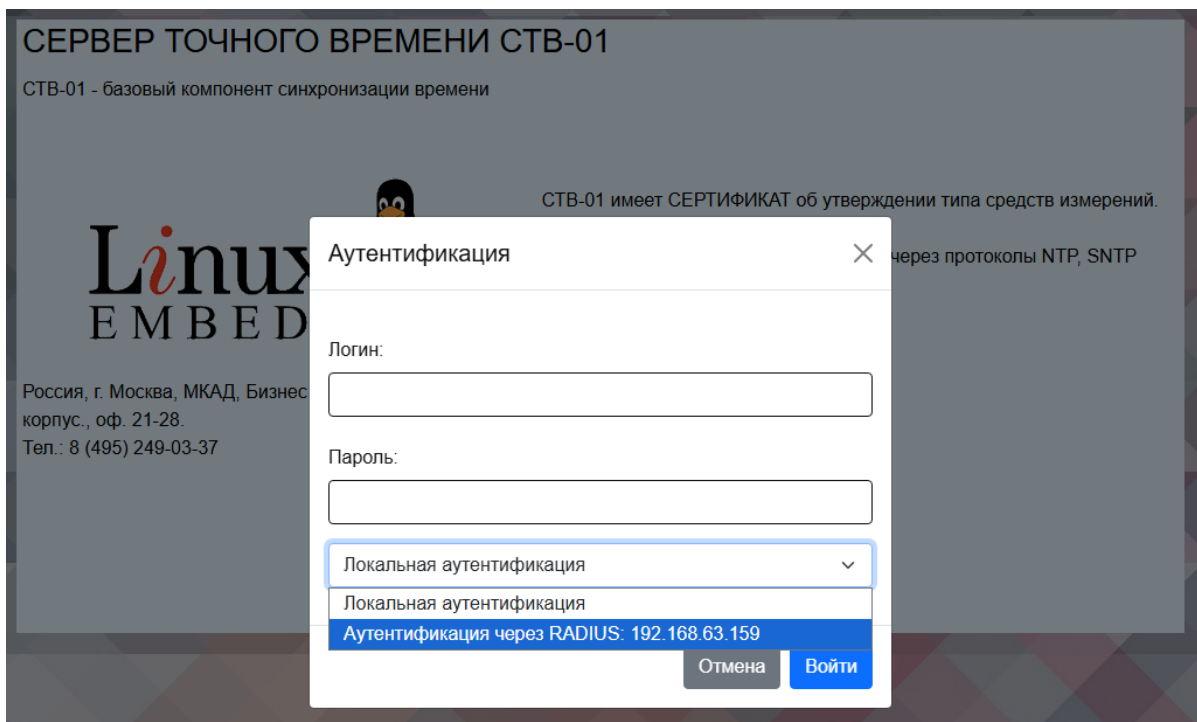

Рисунок 44 – Аутентификация через Radius.
После добавления сервера на странице авторизации и аутентификации пользователя (рисунок 11) появится возможность входа через Radius (рисунок 44). При аутентификации через Radius вход будет осуществлен с правами пользователя. СТБ-01 в данном случае будет являться клиентом.
При отсутствии внешних источников нажмите кнопку «Установить» напротив строки «Системное время» (рисунок 44). Время будет скопировано с часов ПК, с которого открыт web-интерфейс.
- а. Нажмите кнопку «**Задать фазу генератора**», которая будет находиться в окне установки системного времени и настройки автономного режима (рисунок 44);